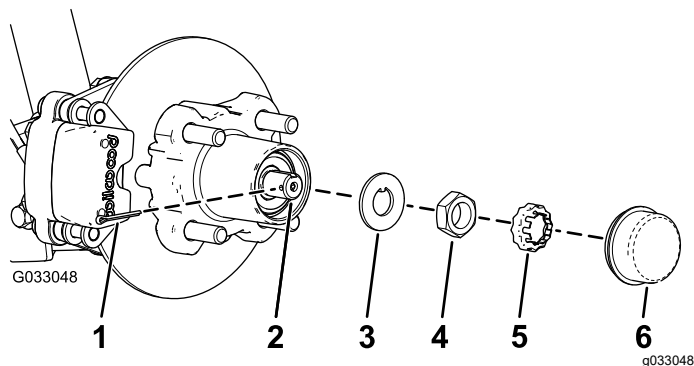
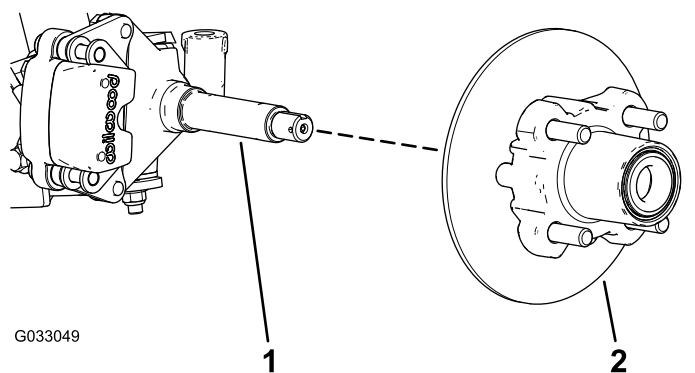

Figura 31
Figura 32
4. Retire el tapón guardapolvo del cubo (Figura 31).
5. Retire la chaveta y el retén del eje y la tuerca del eje (Figura 31).
6. Retire la tuerca del eje y separe el conjunto de cubo y rotor del eje (Figura 31 y Figura 32).